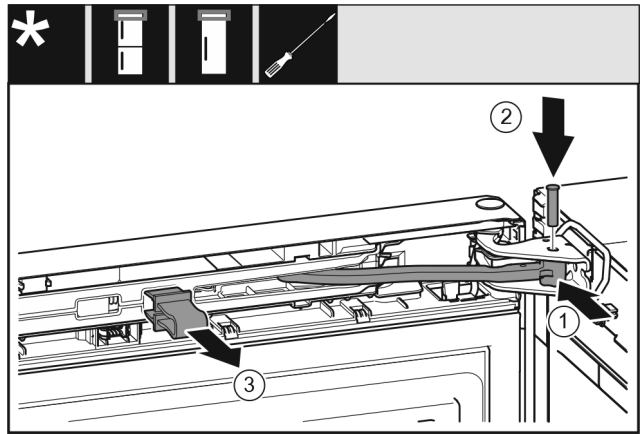

Fig. 21
- ▶ Vrid leden i lagerbocken. *Fig. 21 (1)*
- ▶ Stick in bulten i lagerbocken och leden. Kontrollera då att låskammen sitter korrekt i spåret. *Fig. 21 (2)*
- ▶ Ta av spärren. *Fig. 21 (3)*